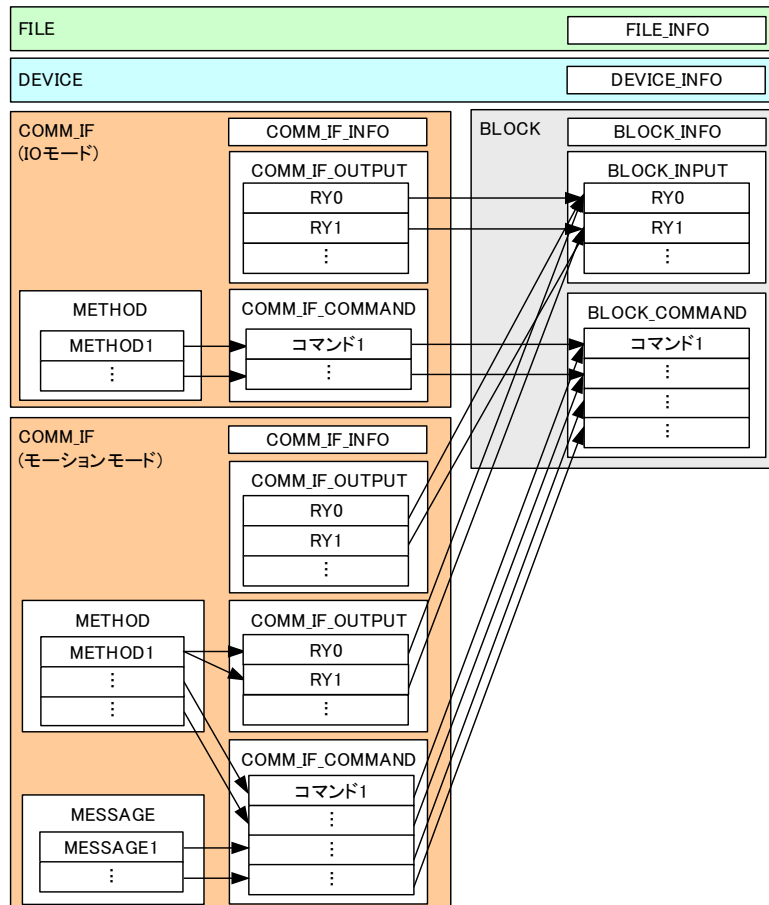

図 4-16 ステーションモードが変更可能なCC-Link IE TSN機器の例
- ・ステーションモードの情報は、COMM\_IF\_INFO パートの要素 StationMode(5.3.1.3 項(53)を参照)で記述します。【必須】各モードを切り替え可能な機器の記述イメージを図 4-16 に示します。